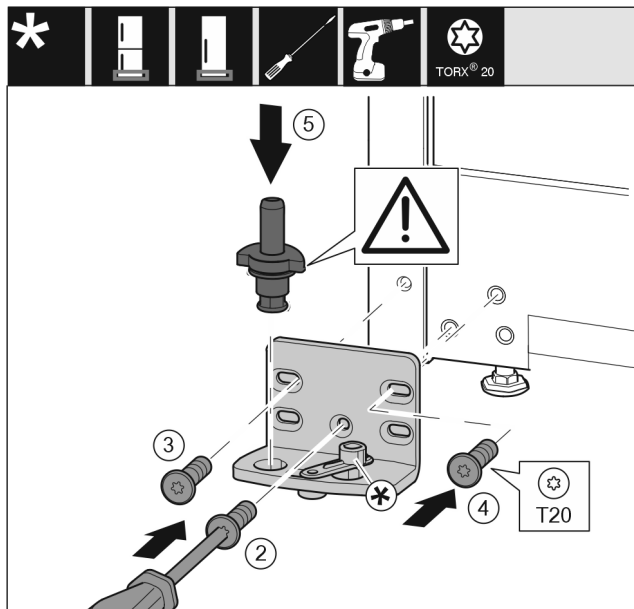

Fig. 16
- ▶ Lagerbus op de andere kant aanbrengen en met behulp van een schroevendraaier T20 vastschroeven. Met schroef 2 onder in het midden beginnen. Fig. 16 (2)
- ▶ Schroef 3 en 4 vastschroeven. Fig. 16 (3,4)
- ▶ Lagerbout volledig aanbrengen. Let op dat de vergrendel nok naar achter wijst. Fig. 16 (5)